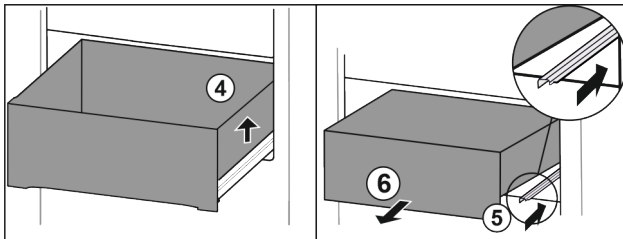

Fig. 93
- ▶ Levante el cajón por la derecha. Fig. 93 (4)
- ▶ Retraiga la guía derecha. Fig. 93 (5)
- ▶ Extraiga el cajón hacia adelante. Fig. 93 (6)